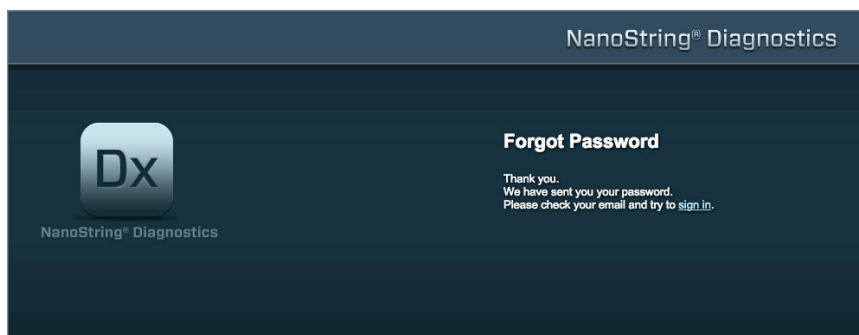

FIGURA 4.4: pagina di conferma dopo la richiesta di una password
- Se il sistema nCounter trova un profilo corrispondente, la password verrà inviata tramite posta elettronica all'indirizzo e-mail memorizzato (FIGURA 4.4).